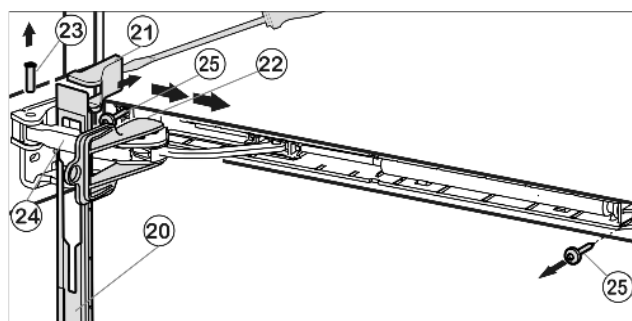

Fig. 10
- ▶ Krytku posuňte dopředu přes třmen tlumiče Fig. 10 (24) směrem k přístroji.
- ▶ Pojistku Fig. 10 (22) zaklesněte do podélného otvoru.
- ▶ Kryt Fig. 10 (21) nadzvedněte šroubovákem z vnější strany a vyjměte ho směrem ven.
- ▶ Čep Fig. 10 (23) zespod vytlačte.
- ▶ Třmen tlumiče Fig. 10 (24) tlačte ve směru dveří.
- ▶ Krytku Fig. 10 (20) sejměte.
- ▶ Odšroubujte jednotku tlumiče zavírání (2krát Torx® 15) Fig. 10 (25).